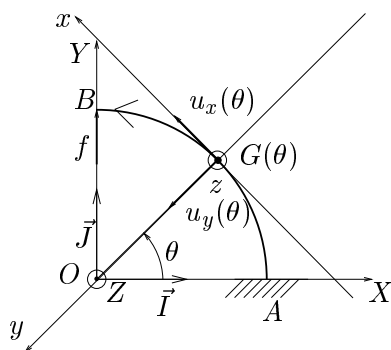

FIG. 2 – La structure circulaire étudiée et le repère local $(u_x(\theta), u_y(\theta), z)$
- (a) On rappelle les trois équations d'équilibre local (avec les conventions de la figure 2) :